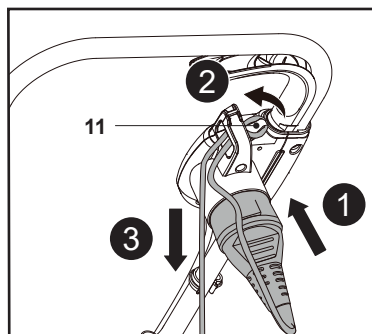

Fig. 11
1. Conecte el enchufe del alargador a la toma de alimentación del cortacésped. Haga un lazo con el alargador y cuelgue este lazo en el liberador de tensión del cable (11). (Fig. 11, pasos 1 y 2).
2. Tire con cuidado del alargador para asegurarse de que esté bien sujeto (Fig. 11, paso 2).